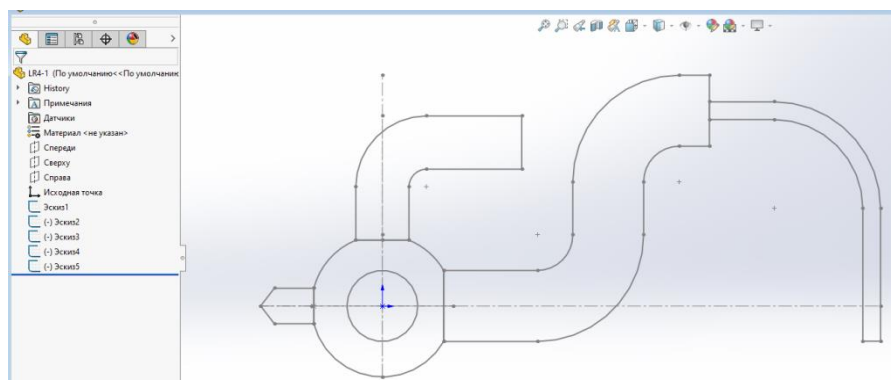

Рис. 5. Построение эскизов
1.1. На виде *Спереди* создаём пять отдельных эскизов, как показано на рис. 5. В точном соблюдении размеров необходимости нет, главное, чтобы совпадали указанные размеры и общие пропорции.